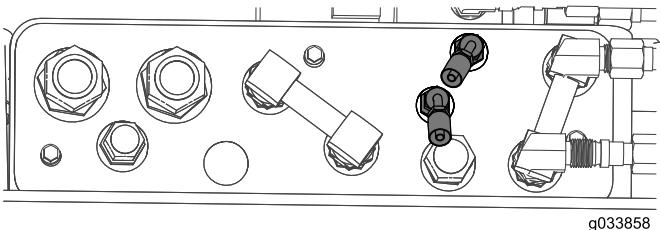

Figura 8
2. Certifique-se de que as conexões estejam instaladas no painel de acessórios hidráulicos, como mostrado na Figura 8.